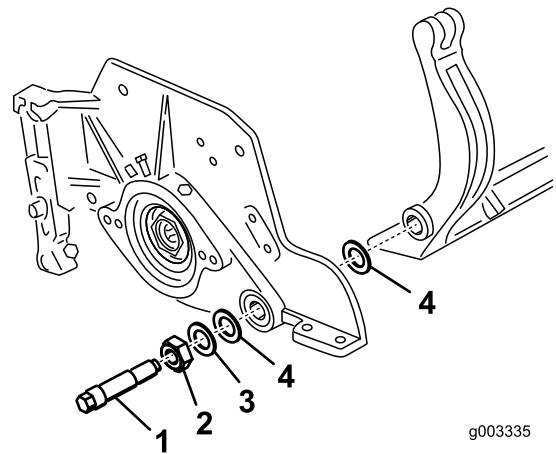

図 35
ル・ワッシャが2枚ずつあるので注意する (図 35)。
- ベッドバー・ボルト (とボルトについているナット) とワッシャ6枚で、ベッドバーを各サイド・プレートに固定する。ナイロン・ワッシャはサイド・プレートの両側のボスに嵌め込む。その外側からスチール製ワッシャを取り付ける (図 35)。ベッドバー・ボルトを 27-33 (37-45 N-m = 4.6-1.7 kg.m) にトルク締めする。左右の遊びが完全になくなって外側のスチール製ワッシャが回らなくなるまで (ただし決して締めすぎにならない) ロックナットを締め付ける。内側のワッシャには遊びがあってよい。